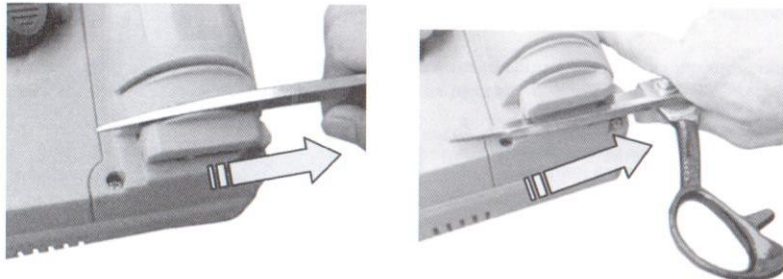

Рис. 2
- Медленно двигайте затачиваемый инструмент горизонтально вперед-назад по шлифовальному кругу. Острие режущей кромки соприкасается с шлифовальным кругом на 0.5-1 мм (См. Рис.2).